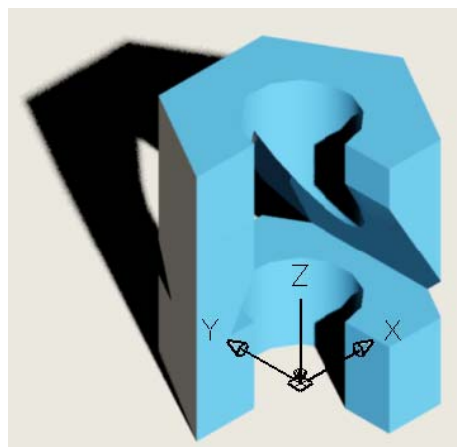

Рис. 6.10
**Тонирование (Rendering)**  панели визуализации и посмотреть результат тонирования (рис. 6.10).